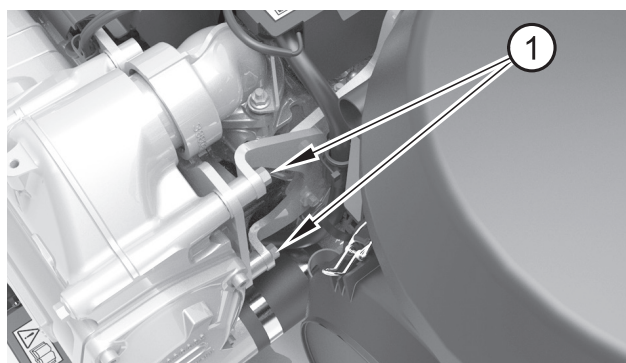

Figura 17
5. Retire los pernos que sujetan el conjunto en la parte trasera (figura 17, elemento 1).